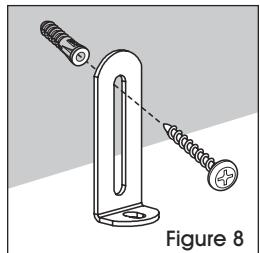

Figure 8
- Insérer les vis de 1 1/4 po dans les chevilles d'ancrage, au travers des supports en équerre. Visser, mais ne pas trop serrer. (Voir Figure 8)